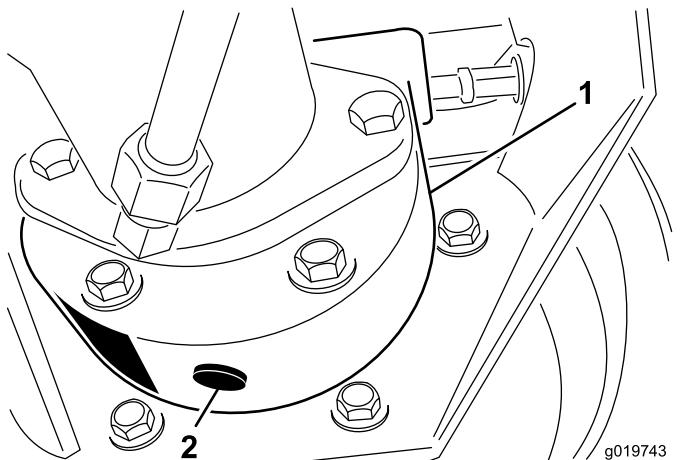

Figura 68
4. Coloque un recipiente debajo del alojamiento del freno, retire el tapón y deje que se drene el aceite (Figura 68).